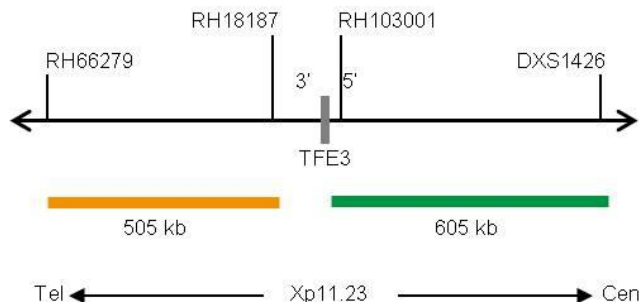

Abb. 1: SPEC TFE3 Sondenlokalisierung (nicht maßstabsgetreu)
- ZyGreen (Anregung 503 nm/Emission 528 nm) markierten Polynukleotiden (~10 ng/ μ l), die gegen Sequenzen in Xp11.23* (chrX:48,906,685-49,509,699) gerichtet sind, welche proximal zur TFE3-Bruchpunktregion lokalisiert sind (siehe Abb. 1).
- ZyOrange (Anregung 547 nm/Emission 572 nm) markierten Polynukleotiden (~4,5 ng/ μ l), die gegen Sequenzen in Xp11.23* (chrX:48,287,169-48,792,674) gerichtet sind, welche distal zur TFE3-Bruchpunktregion lokalisiert sind (siehe Abb. 1).